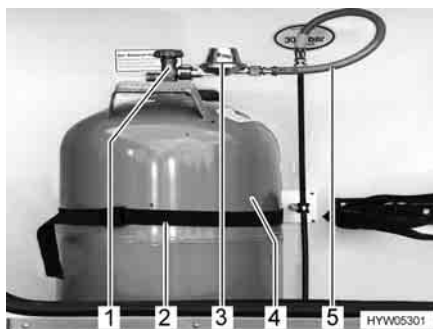

Fig. 89 Vano portabombole
- Chiudere la valvola principale di arresto (Fig. 89,1) della bombola del gas (Fig. 89,4). Osservare la direzione della freccia.
- Servendosi di una chiave speciale idonea, svitare il regolatore di pressione del gas (Fig. 89,3) con il tubo del gas (Fig. 89,5) dalla bombola del gas (filettatura sinistrorsa).
- Allentare le cinghie di fissaggio (Fig. 89,2) ed estrarre la bombola del gas.